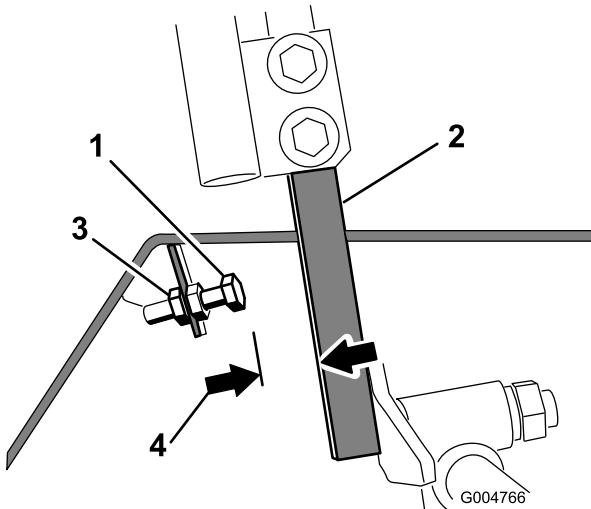

Bild 65
4. Lösen Sie für einen der Fahrantriebshebel die Klemmmutter an der Anschlagschraube (Bild 65).